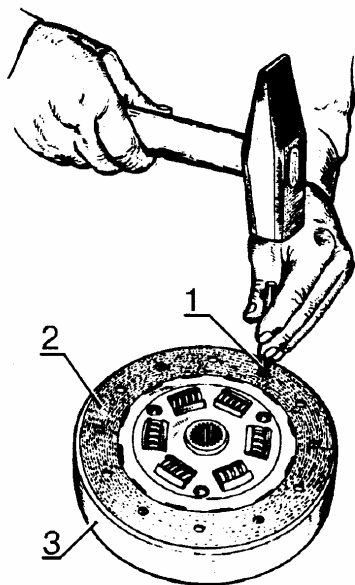

Рис.12. Замена накладок фрикционных диска сцепления ведомого:
- установить диск сцепления ведомый 2, рис.12, на кондуктор 3 для замены накладок.
- развальцевать заклепки диска в шахматном порядке, рис.12 (оправка 67.7851-9500, молоток);